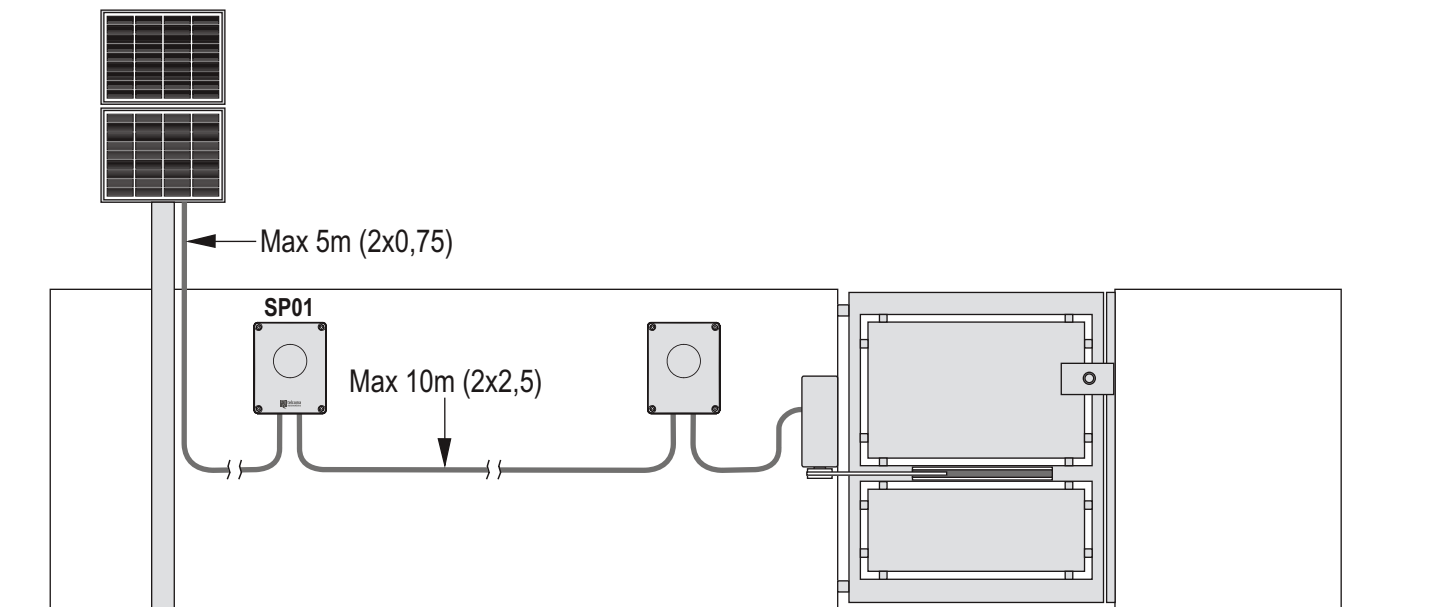

Fig.1
- l'installazione ideale prevede che: i collegamenti di potenza dell'intero impianto (alimentazione 24V e collegamento motore/i) siano il più corti possibile. Per il cavo di alimentazione tra SP01 e la centrale comando consigliamo di non superare i 10m di lunghezza e di usare una sezione minima dei conduttori di 2,5mm² (Fig.1).
- l'installation idéale prévoit que : les connexions de puissance de toute l'installation (alimentation 24 V et connexion moteur/s) soient les plus courtes possibles. Pour le câble d'alimentation entre SP01 et la centrale de commande nous conseillons de ne pas dépasser 10 m de longueur et d'utiliser une section minimum des conducteurs de 2,5 mm² (Fig. 1).
- la instalación ideal prevé que: las conexiones de potencia de todo el sistema (alimentación de 24V y conexión del o de los motores) sean lo más cortas posible. Para el cable de alimentación entre SP01 y la central de mando se aconseja no superar 10 m de longitud y utilizar una sección mínima de los conductores de 2,5 mm² (Fig. 1).
- for an ideal installation: the power supply connections of the entire system (24V power supply and motor connection) must be as short as possible. The power supply cable between the SP01 and control unit should not be more than 10 m long and the minimum wire cross-section should be 2.5 mm² (Fig.1).
- Die ideale Installation sieht folgendes vor: Die Leistungsanschlüsse der ganzen Anlage (Speisung 24V und Anschluss des Motors/en) müssen so kurz wie möglich sein. Für das Speisungskabel zwischen SP01 und Steuerung empfehlen wir, 10 m Länge nicht zu überschreiten und einen Mindestschnitt von 2,5 qmm (Abb. 1) zu verwenden.
- bij een ideale installatie dient ervoor te zorgen dat de aansluitingen voor stroomvoorziening van de gehele installatie (24V-voeding en aansluiting motor(en)) zo kort mogelijk zijn. Voor de voedingskabel tussen SP01 en de besturingseenheid is het raadzaam een lengte van 10m niet te overschrijden en voor de geleiders een minimum doorsnede van 2,5mm² te gebruiken (afb. 1).